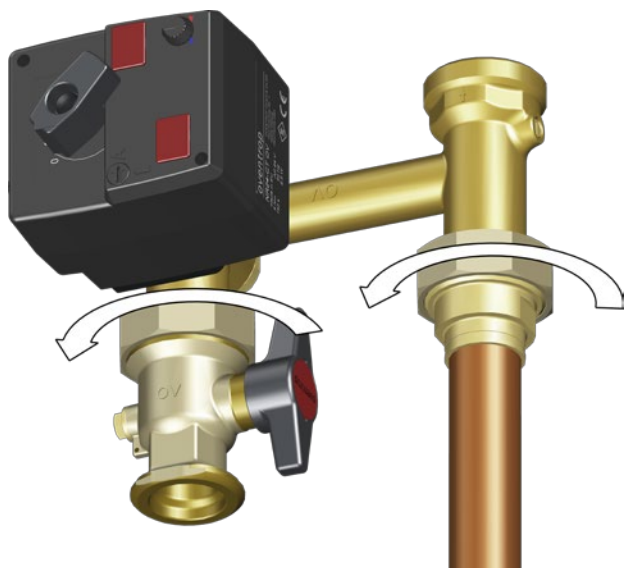

Fig. 29: Desfacerea piulițelor olandeze de pe ventilul de amestec
- 2 Desfaceți piulițele olandeze ale ventilului de amestec cu 3 căi cu ajutorul unei chei fixe cu cap deschis de 52 mm (vezi fig. 29 de la pag. 23).